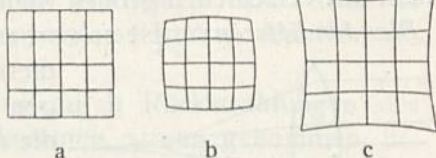

Abb. 37. Verzeichnung der Figur a bei b *faßförmig*, wenn die Blende *vor*, bei c *kissenförmig*, wenn die Blende *hinter* der Linse steht.
b) Die **Verzeichnung** (Distorsion) macht sich dadurch bemerkbar, daß an den Bildrändern *gerade* Linien nicht gerade, sondern nach außen oder innen *gekrümmt* wiedergegeben werden (Abb. 37 bis 39). Alle einfachen Objektive (mit nur einer Linse oder einer Linsengruppe) verzeichnen stark, doch sind auch einige Doppelobjektive von diesem Fehler nicht ganz frei. Steht bei